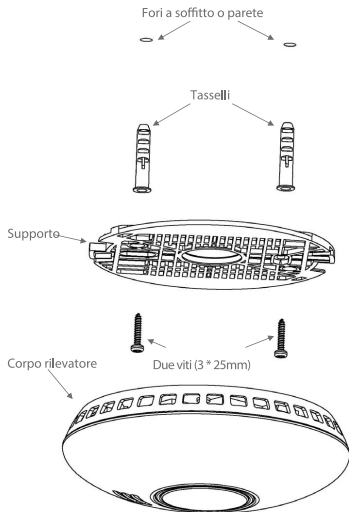

Figura 3
- Fissare il supporto ai tasselli in plastica e stringere saldamente le viti (3 * 25mm). (Vedere figura 3).